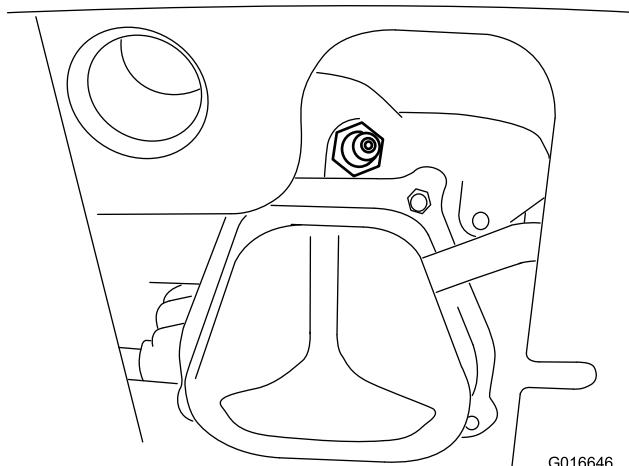

**Figure 38**
1. Enlevez le capuchon (Figure 38).